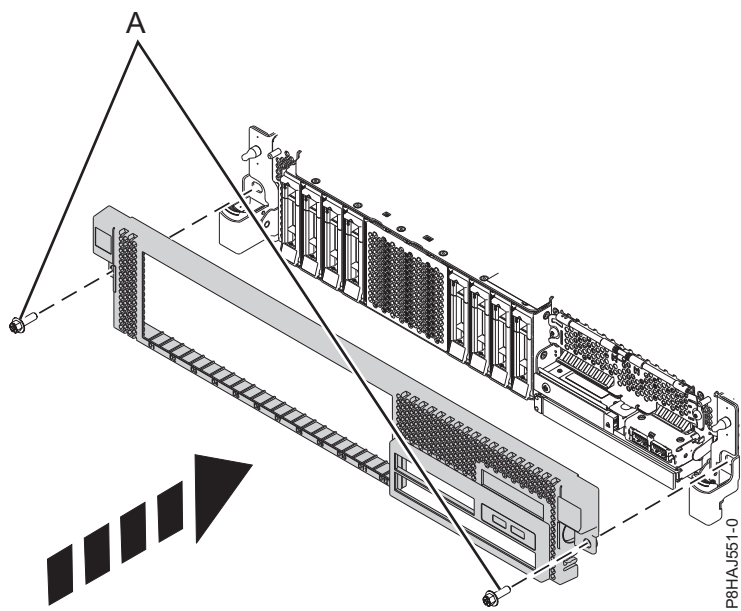

Figura 31. Instalación de la cubierta frontal
3. Cierre los pestillos de liberación empujando en la dirección que se muestra en Figura 31 en la página 48. La cubierta se insertará en su posición y dispone de una hendidura que le permite sujetarla más fácilmente.
4. Sustituya los tornillos de envío (A).